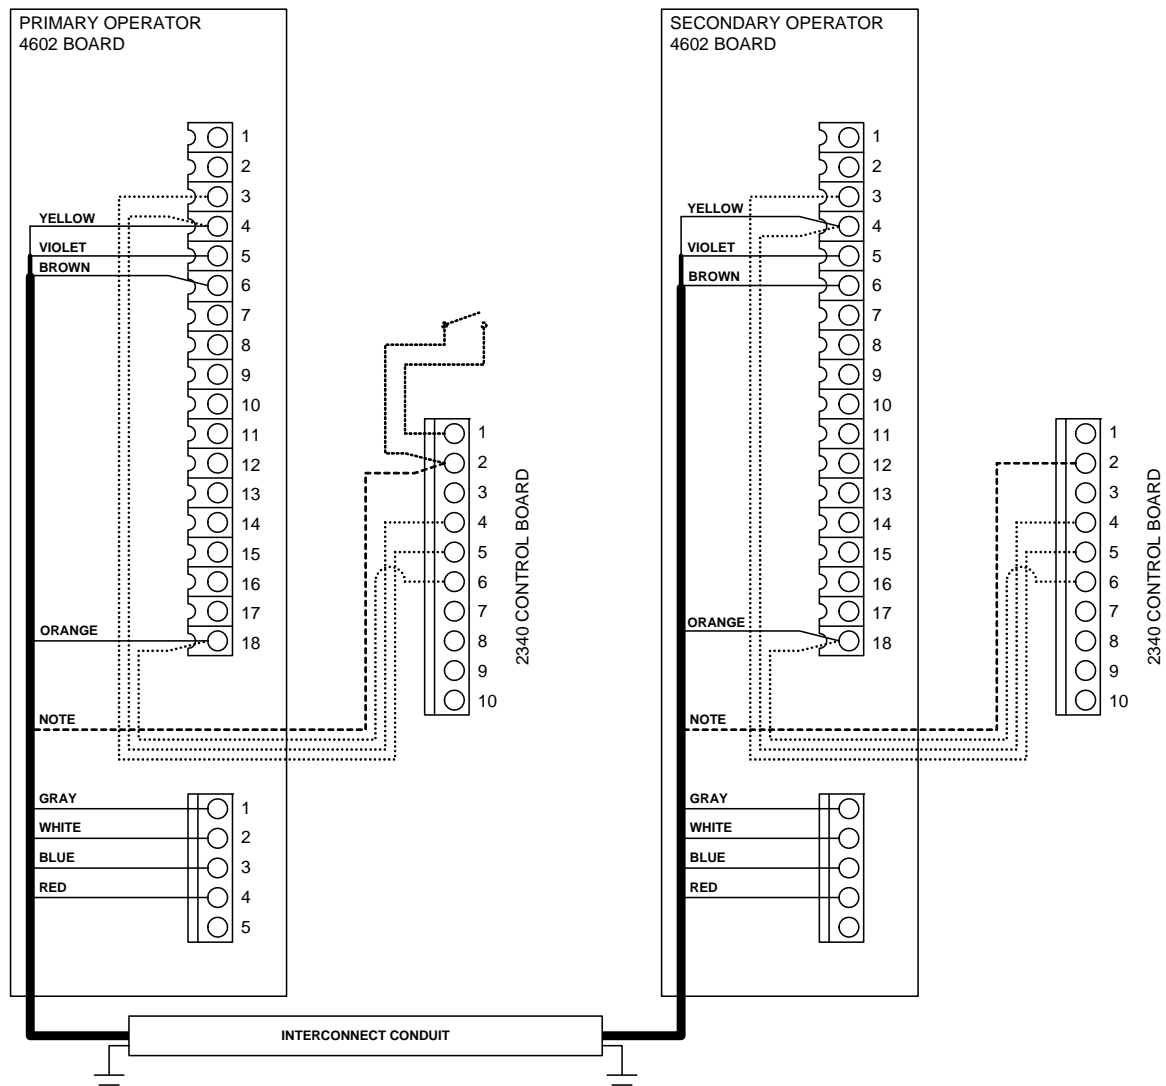

Figura 6
- Sistemas de puerta corrediza utilizan dos operadores principales más bien que una combinación de primaria/secundaria para crear las puertas corredizas duales. Instale el cableado de los operadores de puerta corrediza según lo demostrado en la Figura 6. El código de color demostrado asume el uso del cable de la interconexión de DoorKing. Pida la pieza número 2600-755 (30 pies), 2600-756 (40 pies), 2600-757 (50 pies).